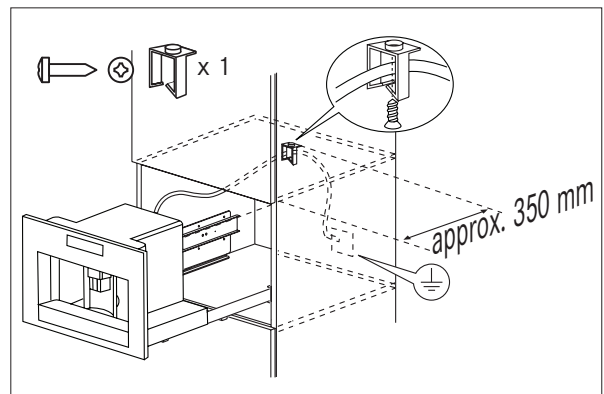

Fig. 6
- Fije el cable de alimentación con el clip (Fig. 6). El cable de alimentación debe ser lo suficientemente largo como para que el aparato se pueda extraer del armario y llenar el recipiente de granos de café.